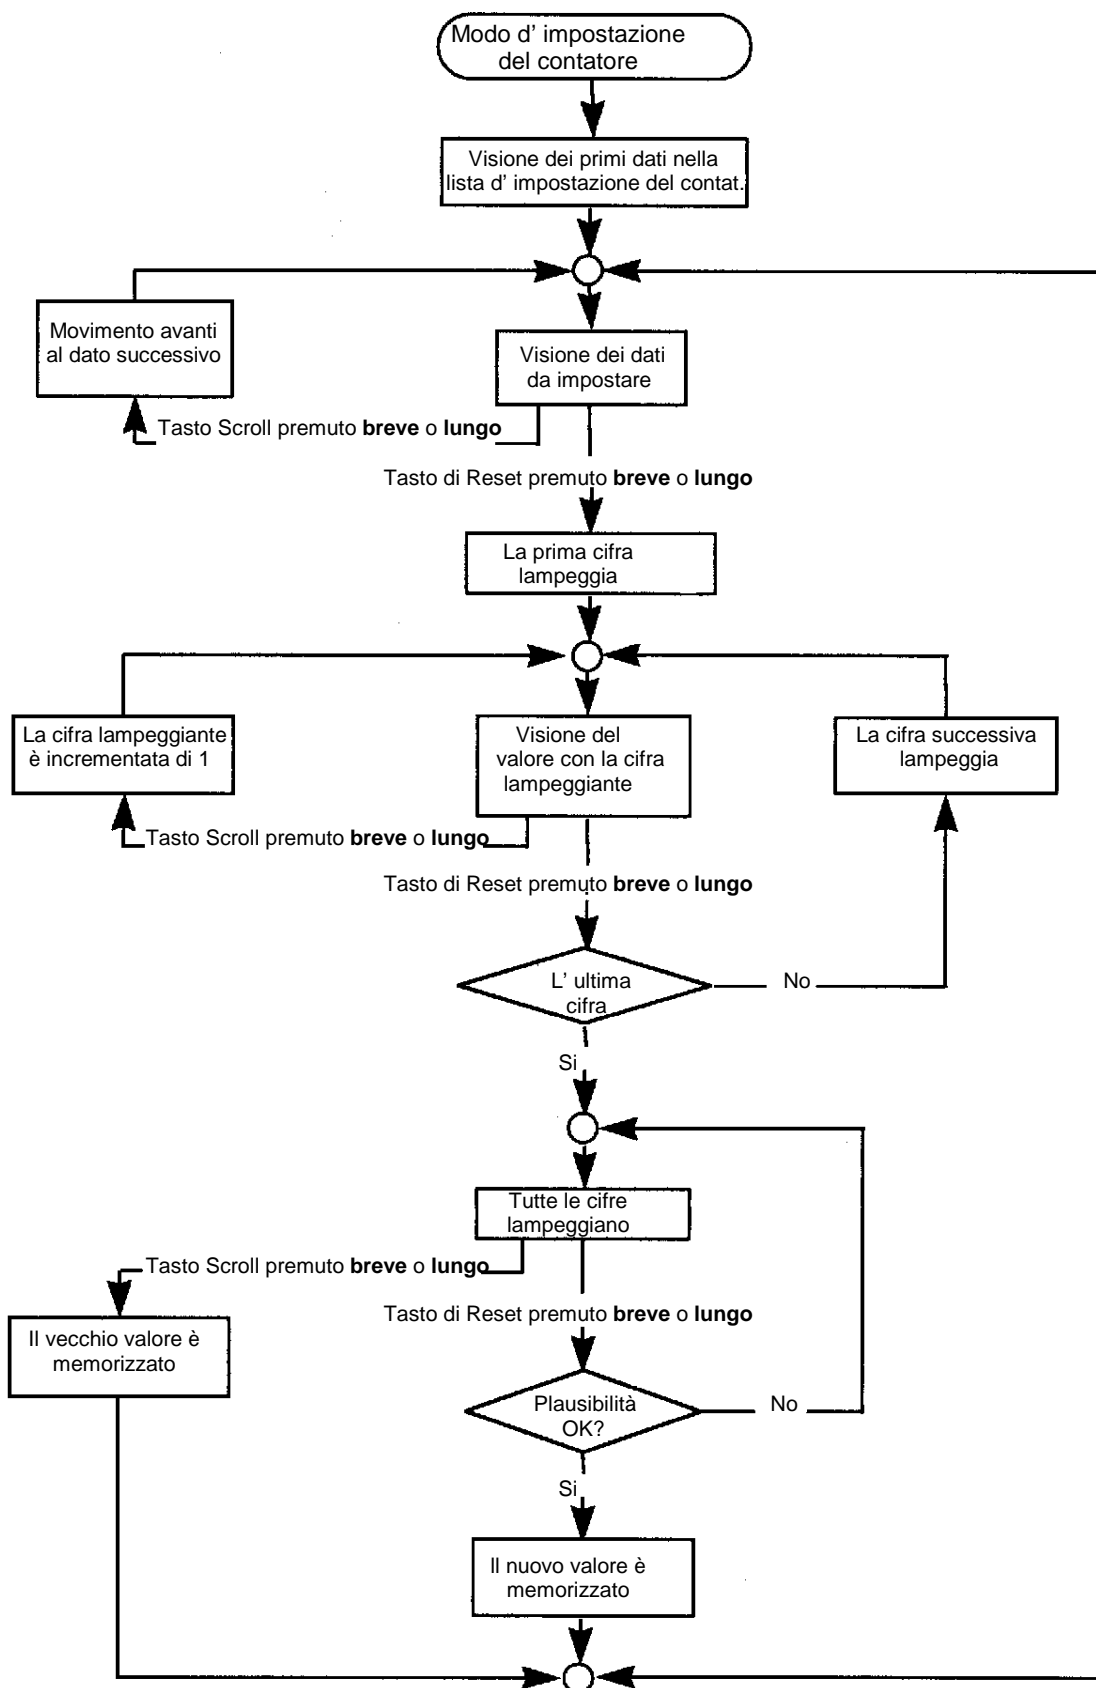

Fig. 9.6: Diagramma di flusso dell' impostazione dei parametri con i tasti, nel modo d' impostazione.
- Un diagramma di flusso (flow chart) dei parametri d' impostazione del contatore è rappresentato nella fig 9.6 (para 8.1.6)